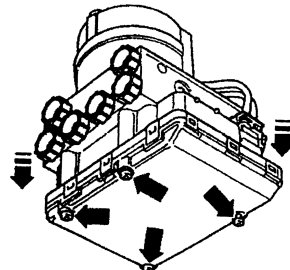

图 1-22 拆下 ABS ECU 与液压控制单元的连接螺栓
(2)用专用套筒扳手拆下 ABS ECU 与液压控制单元的四个连接螺栓，如图 1-22 所示。